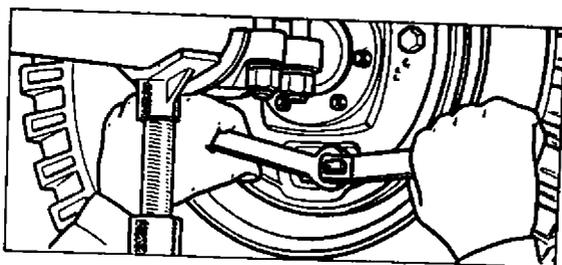

Рис. 103. Регулировка опорных пальцев тормозных колодок заднего колеса
3. Нажимая на педаль тормоза с постоянным усилием 12 — 16 кг, повернуть опорные пальцы так, чтобы концы колодок со стороны пальцев упирались в тормозной барабан (см. рис. 103).